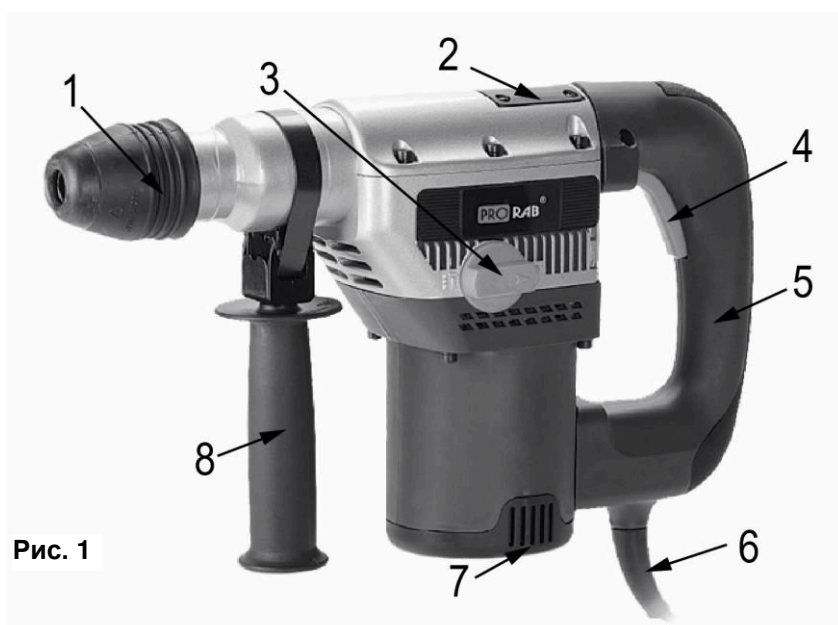

Рис. 1
- Настоятельно рекомендуется использовать дополнительную (боковую) рукоятку (8) (См. Рис.1) во время работы. Точный контроль над инструментом значительно повышает безопасность и удобство работы.
- Установите боковую рукоятку (8)(См. Рис.1) на ствол перфоратора.
- **Чтобы включить перфоратор**, нажмите на клавишу выключателя (4)(См. Рис.1).
- Используя рукоятку переключателя режима работы (3)(См. Рис.1) можно установить несколько режимов работы перфоратора: